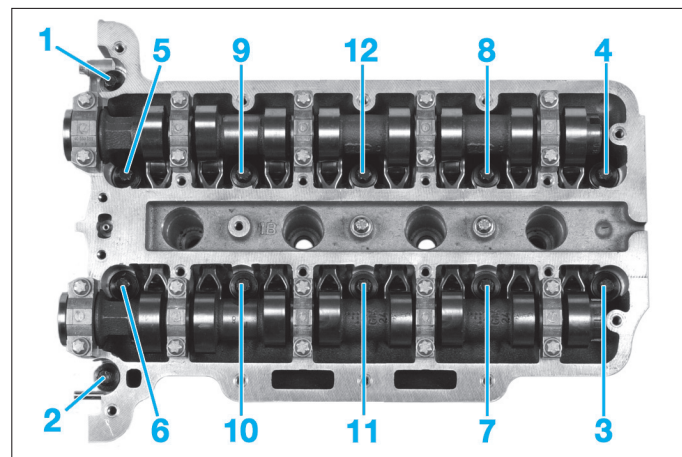

Fig. 40
- Desserrer de 90° puis de 180° les vis de culasse dans l'ordre indiqué (Fig.40).